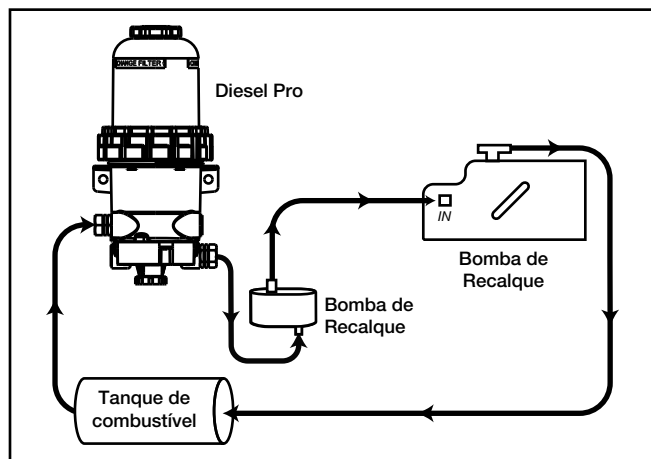

Figura 2 – Conexões Diesel Pro
5. Determine a rota da linha de fornecimento de combustível da seguinte maneira (Veja a Figura 2):